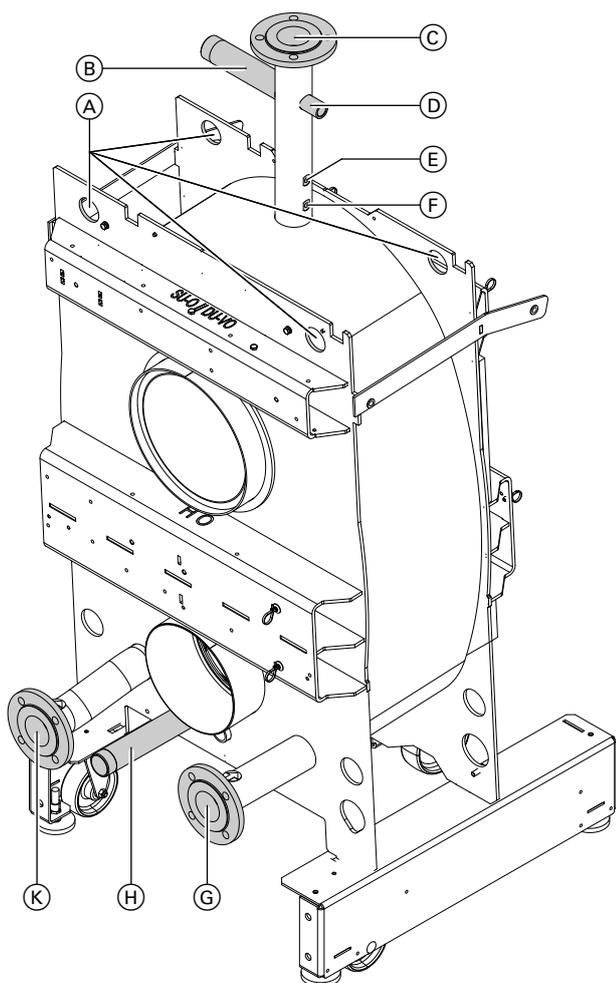
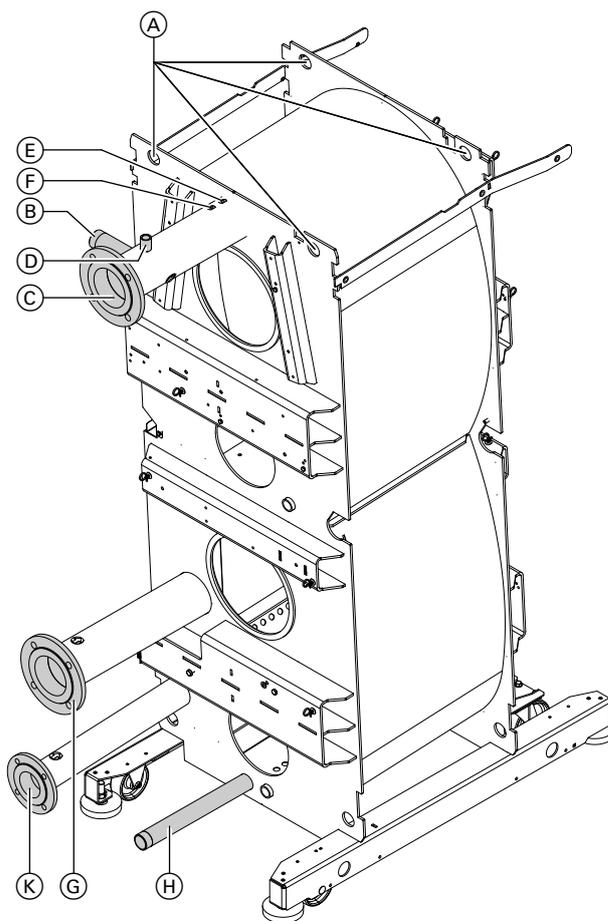

Abb. 8 CI3 80 bis 320
Abb. 9 CI3 480 bis 640
Alternativ kann der Heizkessel mit dem Kran bewegt werden. Hierzu Oberbleche abnehmen und Kranseile in den Löchern im Kessel befestigen. Siehe (A) in Abb. 8 und 9.
Sicherheitsanschlüsse an den vorgegebenen Stutzen anbauen, siehe Abb. 8 und Abb. 9.
Der Einsatz eines Entleerungshahns erleichtert das Entleeren Wärmerezeugers. Wir empfehlen, vor dem Befüllen bauseitig einen Entleerungshahn einzubauen. Anschluss Entleerungshahn siehe Ⓜ in Abb. 8 oder Abb. 9.